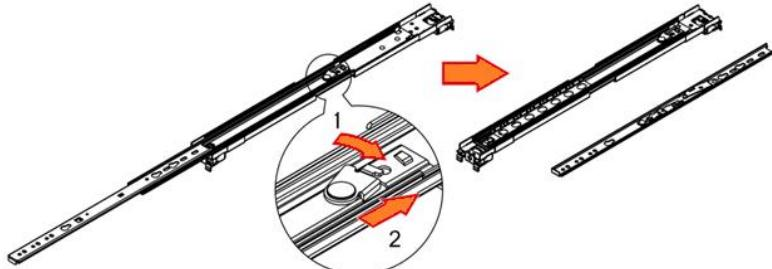
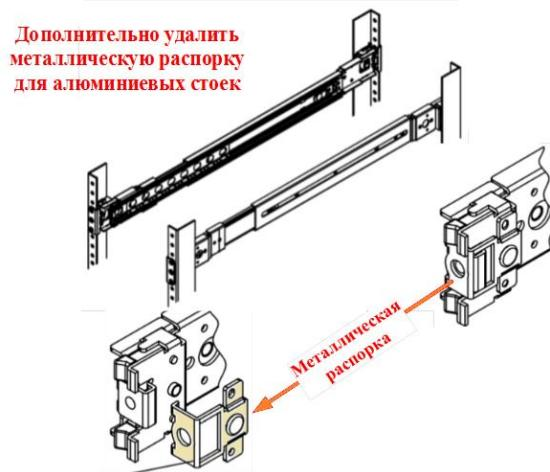

Рисунок 82 - Фиксирующий стопор
Рисунок 83 - Металлическая распорка
- 2) Отпустить фиксирующий стопор (см. Рисунок 82) и нажать средний канал внутрь, чтобы его убрать (см. Рисунок 83).